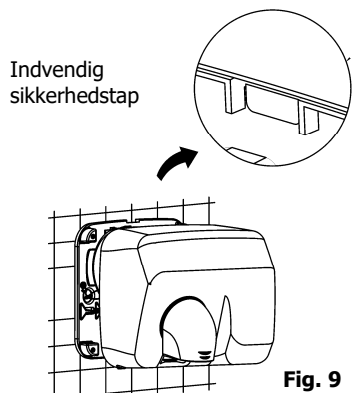

Fig. 9
- ◆ Fastgør den indvendige sikkerhedstap øverst (se fig. 9)